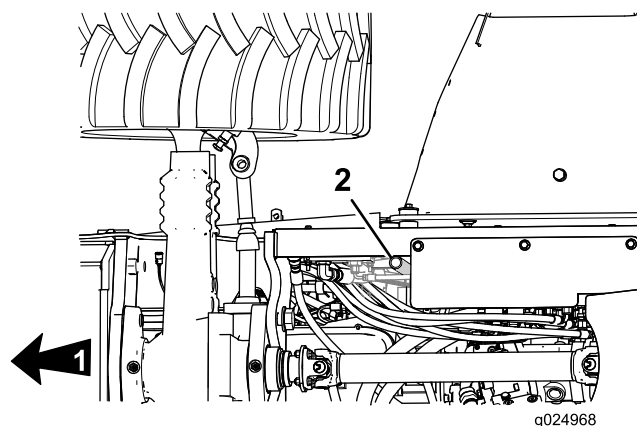

Figure 72
- Vérifiez si le tube de recyclage des gaz du carter (Figure 72) contient des boues, des débris ou de la glace.